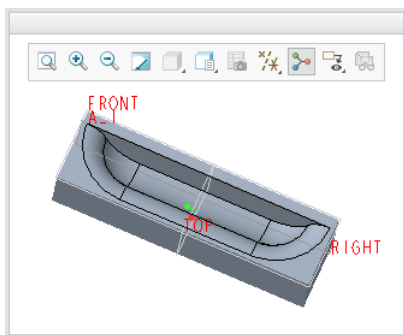

图 2-44 所选凹模的模型效果
(1) 在“快速访问”工具栏中单击  (打开) 按钮, 系统弹出“文件打开”对话框, 浏览并选择配套的 bj_2_3c.prt 文件, 单击“打开”按钮。该文件中已经存在着一个简单的原始钣金件。
(2) 在功能区“模型”选项卡的“工程”组中单击“成型”下的  (下三角箭头) 按钮, 接着单击  (凹模) 按钮, 则在功能区中打开“凹模”选项卡。
(3) 在功能区“凹模”选项卡的“凹模模型”下拉列表框中选择系统凹模库中的 CLOSE_ROUND_LOUVER_DIE_FORM_MM 标准凹模。
(4) 在功能区的“凹模”选项卡中单击  (使用坐标系放置) 按钮和  (从属复制) 按钮。
(5) 在功能区的“凹模”选项卡中确保选中  (指定约束时在单独的窗口中显示元件) 按钮和  (指定约束时在装配窗口中显示元件) 按钮。其中, 在单独窗口中可以很清楚地观察到所选的标准凹模的模型效果, 如图 2-44 所示。